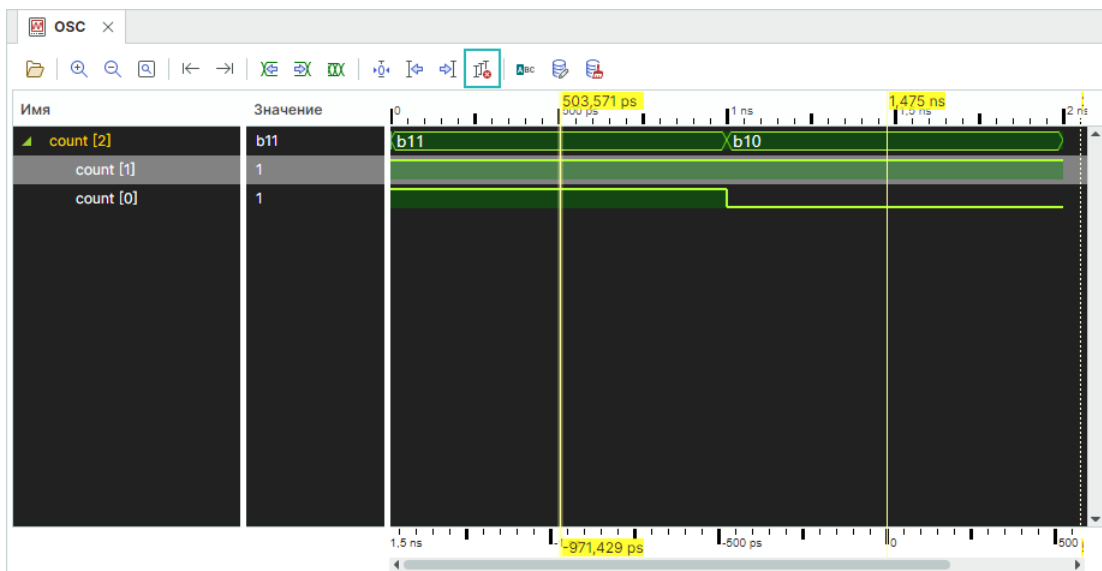

Рис. 38 Расположение кнопок для удаления курсоров
- Удаление курсоров осциллографа. Курсор удаляется двойным кликом по нему, либо при помощи специальной кнопки, расположенной на панели инструментов окна осциллографа см Рис. 38.